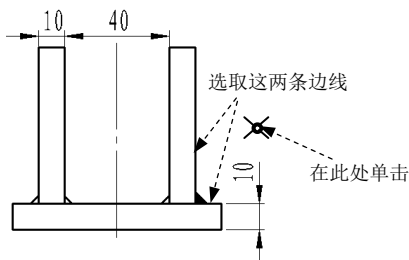

图 9.2.11 选取构成端点边
(1) 选择命令。选择下拉菜单 **插入(I)** → **注解(A)** →  **端点处理(R)...** 命令, 系统弹出“端点处理”对话框。
(2) 选取端点处理类型。选取端点处理类型为  (ANSI 类型)。
(3) 定义端点处理参数。在  文本框中输入焊缝支柱长度值为 5.0。选中 ☒ **支柱长度相等(E)** 复选框和 ☒ **使用实体填充** 复选框。
(4) 选取构成端点处理的两条边线。在视图中选取图 9.2.11 所示的两条边线并在图 9.2.11 所示的位置单击以确定端点处理的位置。